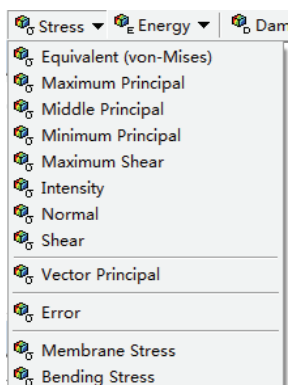

图 8-32 添加应力图
5) 选择 Solution 工具栏中的 Stress>Equivalent (von-Mises), 如图 8-32 所示, 此时在树结构图中会出现 Equivalent Stress 选项。